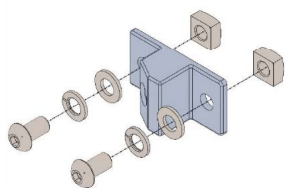

рис. 4
4. Установка крепежей дуг. Разместите две прямоугольные гайки в верхнем канале нижней части корпуса. Наложите на винт шайбу, пружинную шайбу перед закручиванием. Для правильного направления крепежа сверьтесь с рисунком рис. 4).